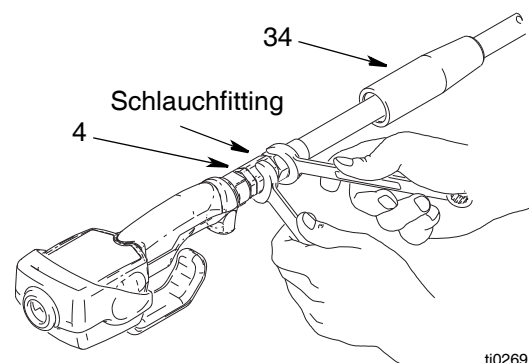

ABB. 6
2. Die drehbare Abdeckung (34) auf den Schlauch gleiten lassen, das kleinere Ende zuerst, bevor das Schlauchfiting an die Drehvorrichtung (4) angeschlossen wird ABB. 6.
3. Gewindedichtmittel auf das Außengewinde des Schlauchfittings auftragen. Das Schlauchfiting in die Drehvorrichtung einfädeln (4) und fest anziehen ABB. 6.